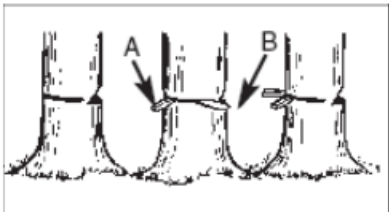

Fig 10c
Verwenden Sie Holz- oder Kunststoffkeile (A), um zu vermeiden, dass sich das Sägeblatt oder die Kette (B) im Schnitt verfängt. Die Federn haben auch die Aufgabe, den Fall zu kontrollieren (Abb. 10c).